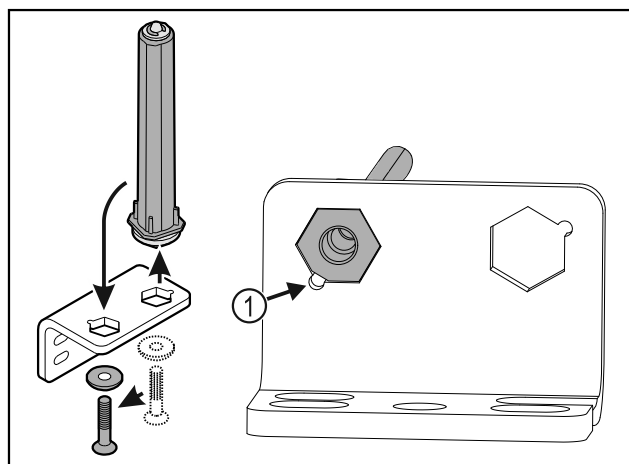

Fig. 33
- ▶ Bodite pozorni, da pri vstavljanju izravnalne točke sornika Fig. 33 (1) kažejo v smeri okrogle luknje.